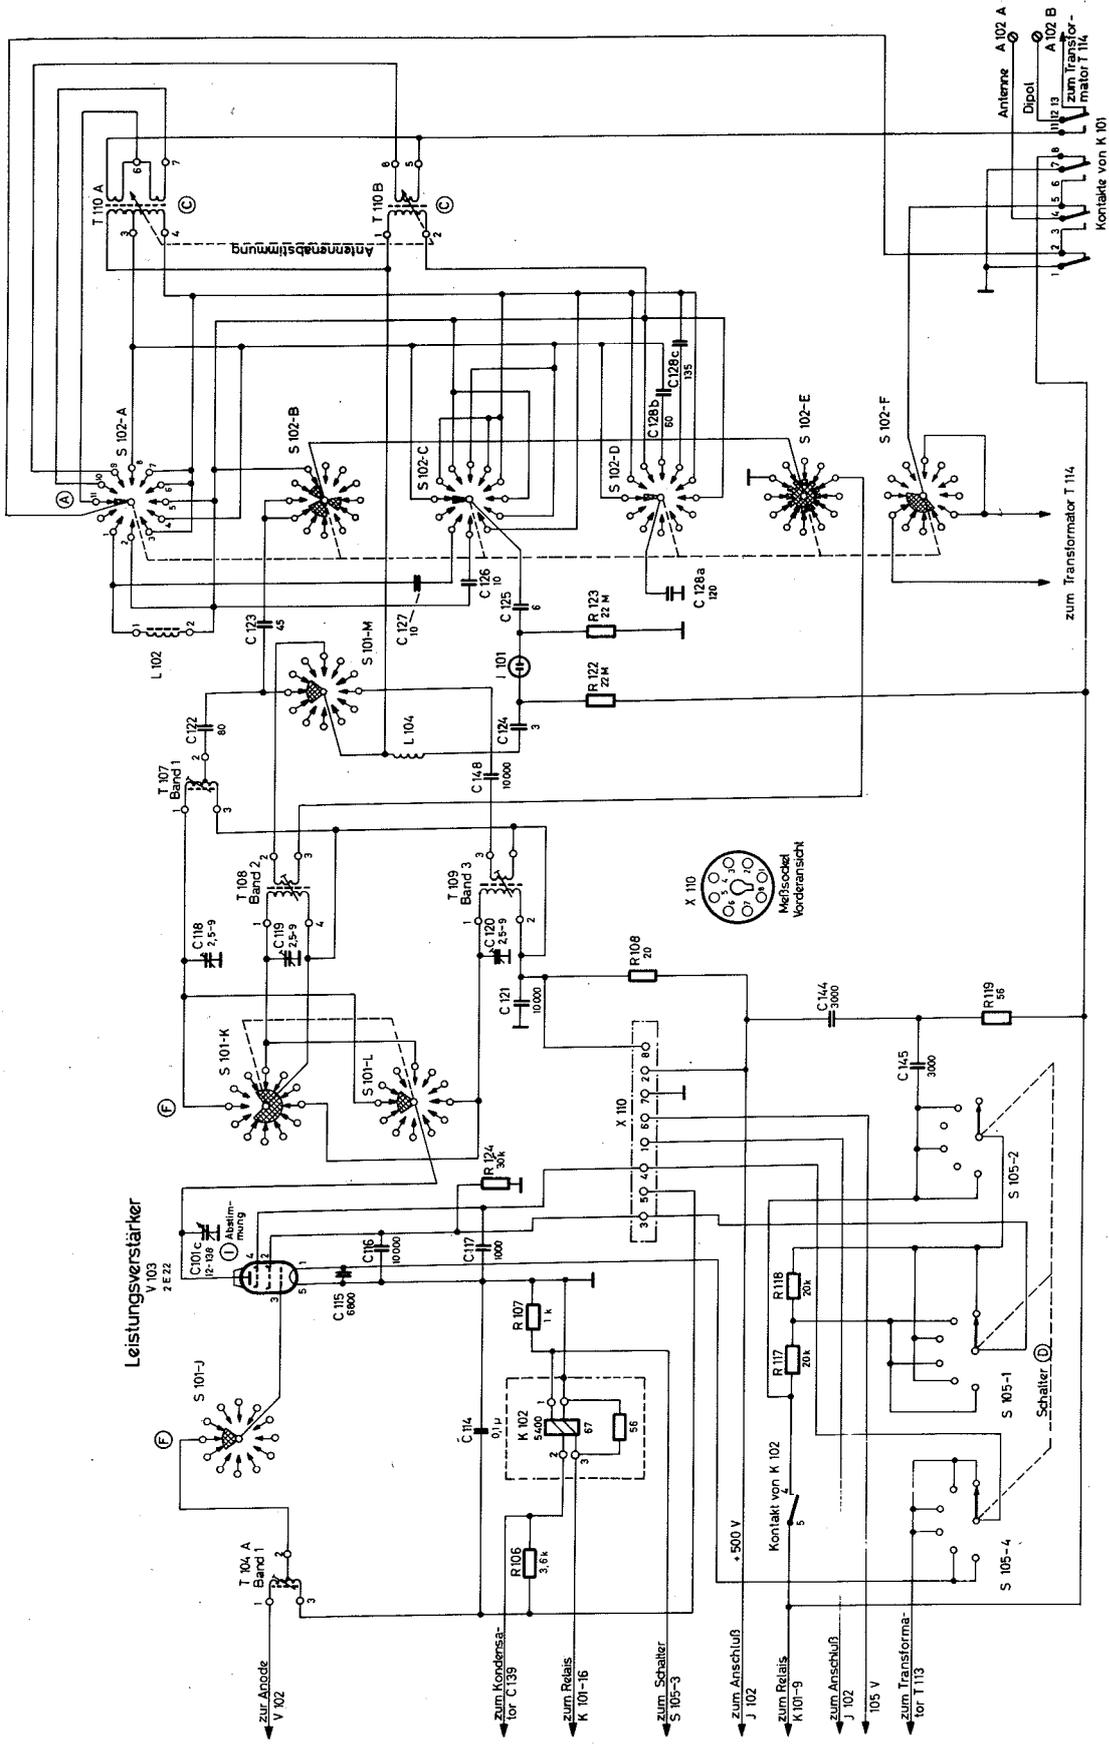

Bild 71 Leistungsverstärker des Senders, Stufe V 103
a) Wenn Schalter F auf einer QUARZ-Stellung steht, arbeitet der Kreis als Quarzoszillator. Der Quarz 1 A wird durch den Schalter S 101 D und S 101 E in den Gitterkreis geschaltet (Bild 71). Der Schalter S 101 E unterbricht nur die Masseverbindung des benutzten Quarzes und schaltet alle anderen (nicht benutzten) Quarze auf Masse.
i) Anodenkreis (Bild 71). Das Signal gelangt von der Anode der Röhre V 103 in den Spulenwählschalter S 101 L (Bandschalter F). Die Spulen T 107, T 108 oder T 109 entsprechen den Bändern 1, 2, 3.
Der Kondensator C 101 C ist der Abstimmkondensator I für die gewählte Spule und ist mit den anderen Abstimmkondensatoren zusammengeschaltet. Der Schalter S 101 K schließt die nicht benötigten Spulen kurz. Für Band 1 ist der Kondensator C 118 der Abstimmtrimmer. Das untere Ende jeder Spule ist mit dem Widerstand R 108 verbunden und führt von dort direkt zu der 500-Volt-Gleichstromversorgung (Bild 71). Zwei Leitungen sind von dem Widerstand abgegriffen (R 108), die an den Meßsockel geführt werden, um den Strom des Anodenkreises messen zu können. Der Kondensator C 121 ist der Abblockkondensator für den Widerstand R 108 und schaltet